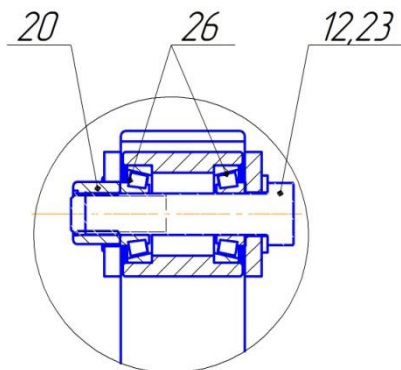

Рис. 5. Схема сборки подшипникового узла.
7. В цилиндрическую втулку поз.1 (Рама) установить с зазором поз.26 (Подшипник 7204А) 2шт. Ориентация роликов в соответствии с рис.5.